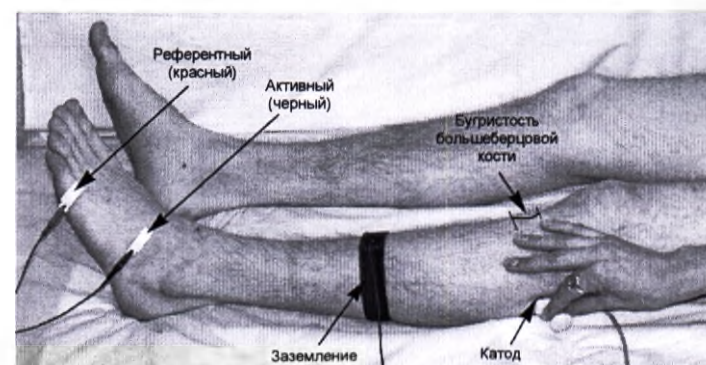

Рис. 81. Стимуляция на уровне головки малоберцовой кости
10. Проведите стимуляцию на уровне головки малоберцовой кости. Установите стимулирующий электрод таким образом, чтобы углубить его под головку малоберцовой кости, которая находится латерально, в проекции бугристости большеберцовой кости (рис. 81).